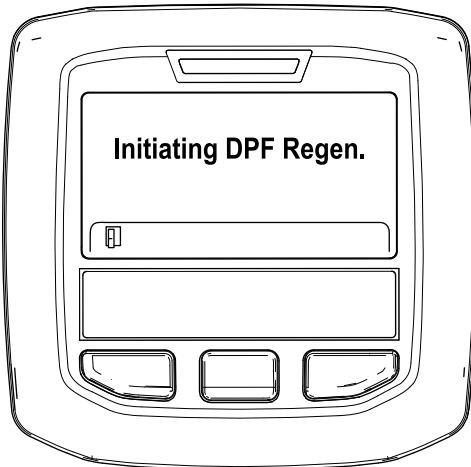

図 52
- A. Initiating DPF Regen DPF 再生開始中というメッセージが表示される図 52。